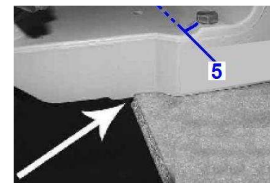

Fig.2
Pour une installation horizontale (ex. sur un établi) : mettre la machine sur le rebord de l'établi jusqu'à la limite (voir Fig.2) et la visser en utilisant les trous (5) situés sur la base (visserie non fournie).